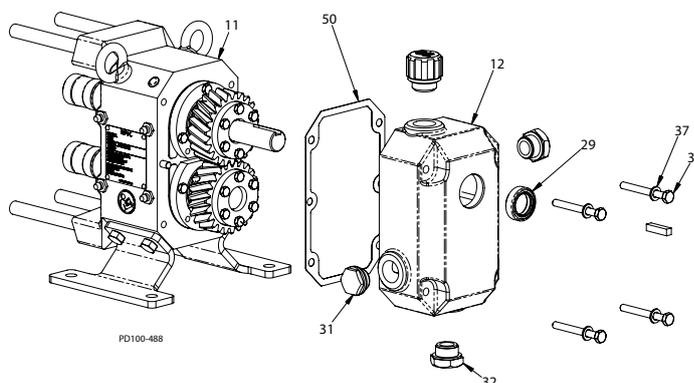

Figura 36 - Remover a Cobertura da Caixa de Engrenagem
3. Remova os parafusos da tampa (Figura 36, item 36) e as arruelas (item 37), e remova a cobertura (item 12).
4. Remova a vedação do eixo de entrada (item 29) da cobertura da engrenagem e a descarte.
5. Inspeccione o plugue indicador de nível (item 31) e o substitua se parecer turvo ou manchado.
6. Remova a junta (Figura 36, item 50) e a descarte. Raspe cuidadosamente qualquer resíduo da junta das superfícies conjugadas da cobertura da engrenagem (item 12) ou da caixa de engrenagem (item 11).